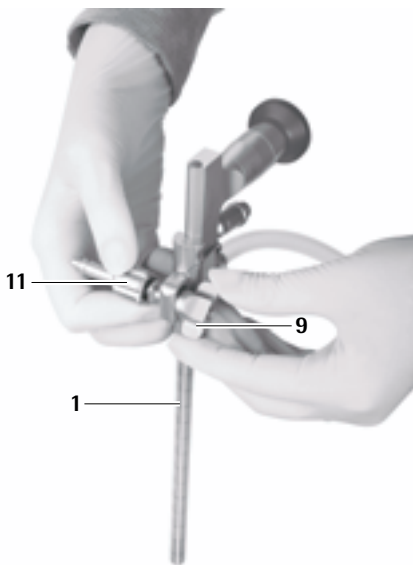

Fig. 19
- Enroscar la tuerca de mariposa 10 hasta que se fije el adaptador para brazo de soporte 11, ver Fig. 19. MINOP El trócar inVent 1 está preparado para adaptarse en el brazo de soporte.